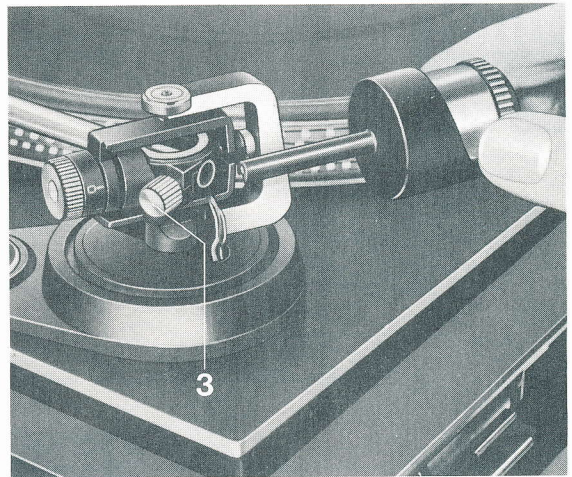

Fig. 2
Nehmen Sie bitte das Tonarm-Balancegewicht aus dem Styroporeinsatz und stecken Sie den Dorn des Balancegewichtes, nach Lösen der Feststellschraube (3), in die dafür vorgesehene Öffnung am hinteren Ende des Tonarmes. Die dreikantförmige Aussparung am Dorn muß dabei nach unten zeigen (Fig. 2). Das Ausbalancieren sowie das jetzt erforderlich werdende Einstellen von Auflagekraft und Antiskating ist ausführlich beschrieben auf der Seite 7.